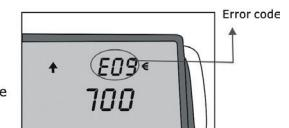

Fig.2
- In caso di banconota sospettosa, essa sarà espulsa verso il lato anteriore con una serie di 3 bip sonori. Allo stesso tempo il tasto di accensione lampeggia (fig. 2). I codici di errore sono elencati nella lista delle anomalie.